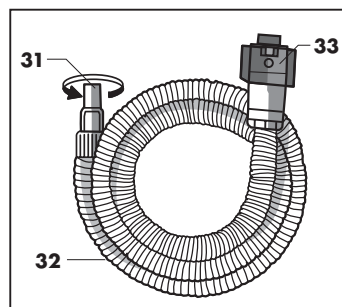
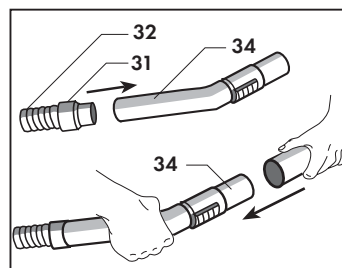

Fig. 30
Fig. 31
Per l'utilizzo degli accessori inserire il raccordo monoblocco (33) del tubo flessibile (32) (Fig. 30) nella sede della presa accessori al posto del tubo flessibile, come descritto a pag. 8 (Fig. 8) "Attacco del tubo flessibile". Per l'accoppiamento dei vari componenti è sufficiente inserire il raccordo girevole (31) del flessibile (32) nell'impugnatura (34) e inserire la parte femmina dell'accessorio che si intende utilizzare nella parte terminale maschio dell'impugnatura (34). (Fig. 31).